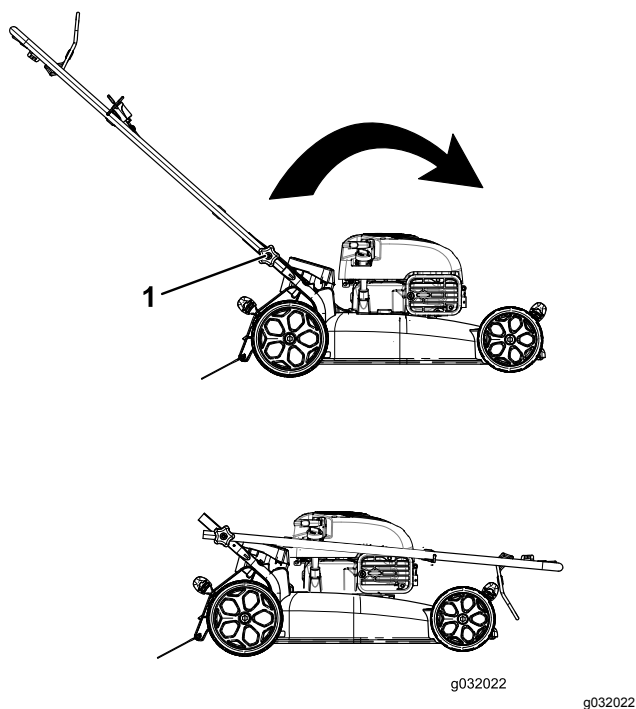

Figura 23
2. Afloje los pomos del manillar hasta que pueda mover el manillar libremente (Figura 23).
1. Pomo del manillar (2)
3. Mueva del manillar hacia adelante según se indica en Figura 23.